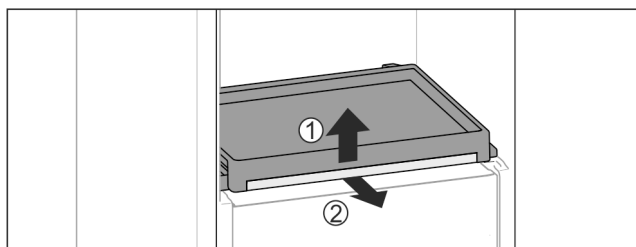

Fig. 31
- ▶ Vjměte vysouvací přihrádku se skleněnou deskou: Skleněnou desku vpředu lehce nadzvedněte Fig. 31 (1) a vytáhněte dopředu Fig. 31 (2).